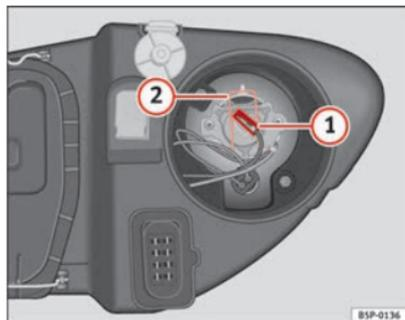

Fig. 167 Máximos
- Retirar o conector ⇒ Fig. 167 1 da lâmpada.
- Prima a mola de fixação ⇒ Fig. 167 2 pressionando-a para dentro e para a direita.